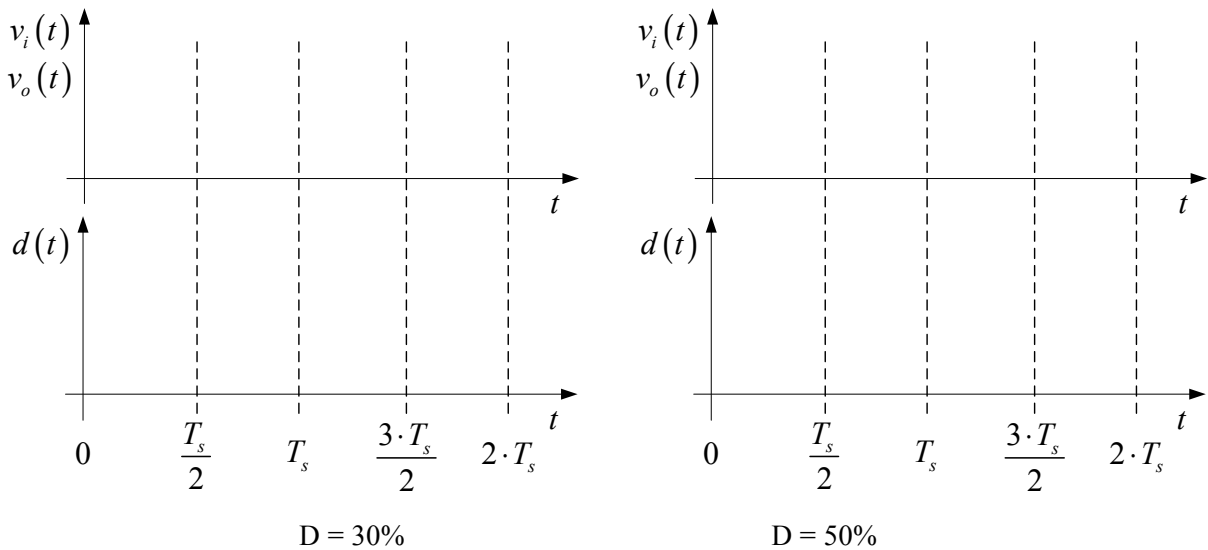

Figura 30 – Principais formas de onda do conversor cc-cc Buck-Boost.
- 1) Esboce as formas de onda observadas no osciloscópio na Figura 30.